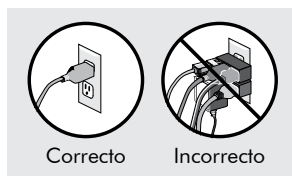

Figura 31
Los circuitos recargados con varios productos y que además estén contruidos con alambre de calibre menor a No 14 presentarán caídas de voltaje, que harán funcionar mal su refrigerador provocando fallas en el compresor con pérdida de la garantía por tal concepto. (Figura 31).
- No compartir el tomacorriente con otros equipos eléctricos. (Ver figura 31).